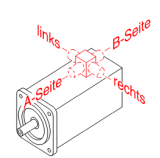

Bild 1
**Elektrischer Anschluss siehe Bild 1 ②**